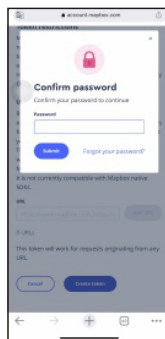

Figure 5
2.6 Saisissez le mot de passe de confirmation pour terminer la création du jeton. (Voir Figure 5)